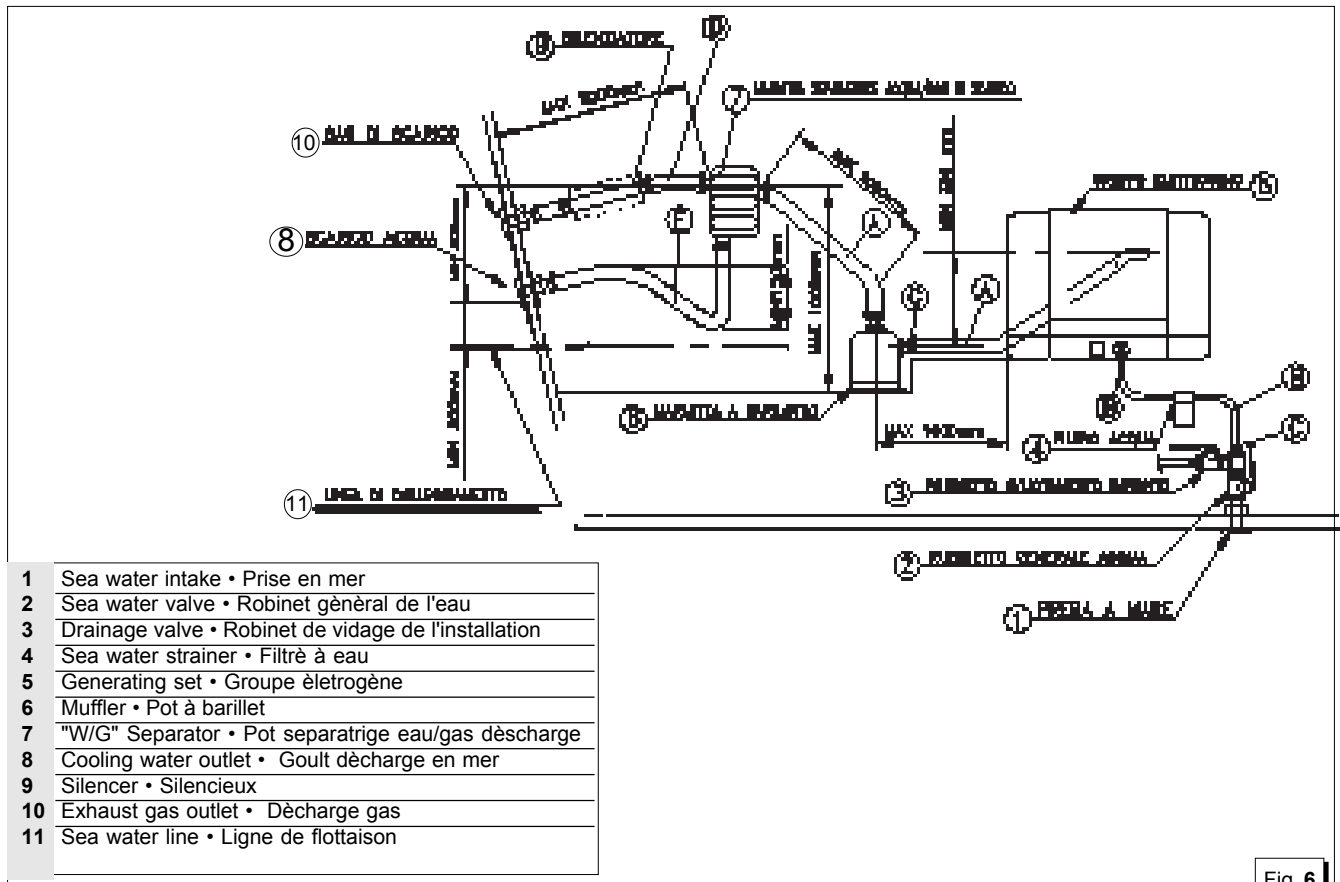
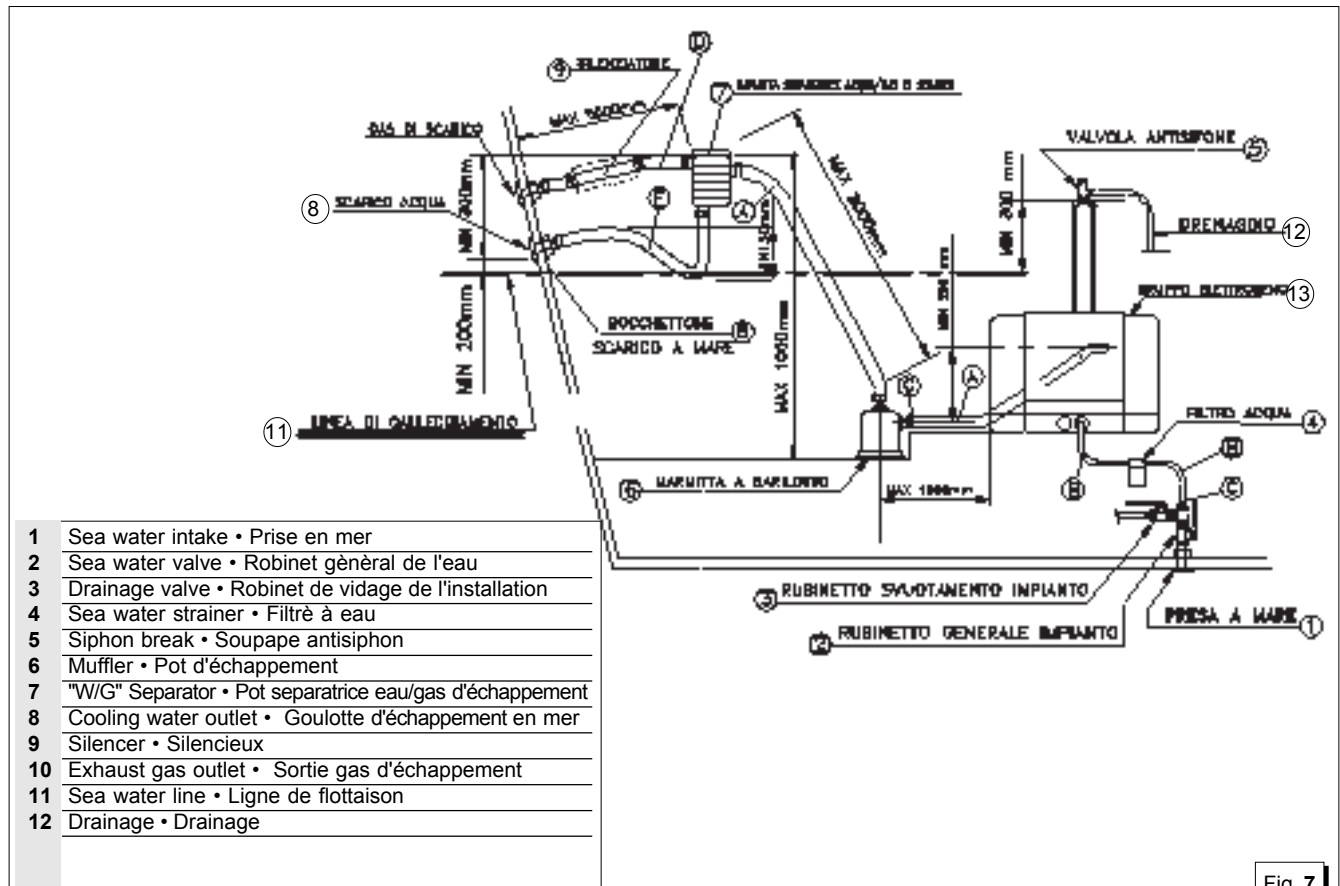

Fig. 6
Fig. 7
**2.4. Tipica installazione di gruppo elettrogeno con marmitta separatrice acqua/gas di scarico sopra (fig. 6) e sotto (fig. 7) la linea di galleggiamento**
2.4. Typical installation of electric generator with "E/G" separator above (fig: 6) and below (fig. 7) the water-line
2.4. Installation typique de groupe électrogène avec pot séparatrice eau/gas d'égoutte au dessus (fig. 6) et sous (fig. 7) de la ligne de flottaison